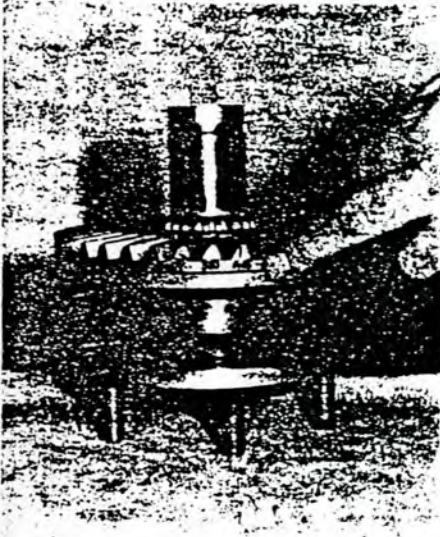

Fig. 1
- Da seitlich am Tellerrad eine Markierung angebracht ist, ist nur dort der Zahn mit Tuschiefarbe zu versehen (Fig. 1 und 2).
- As the side of the ring gear bears a mark, apply Indian ink only to the tooth at that place (Fig. 1 and 2).